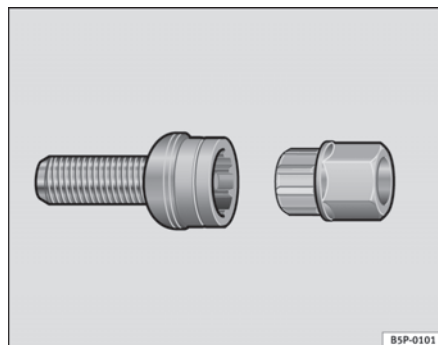

Fig. 126 Låsebolt
- Sæt adapteren helt fast på hjulbolten ⇒ fig. 126.